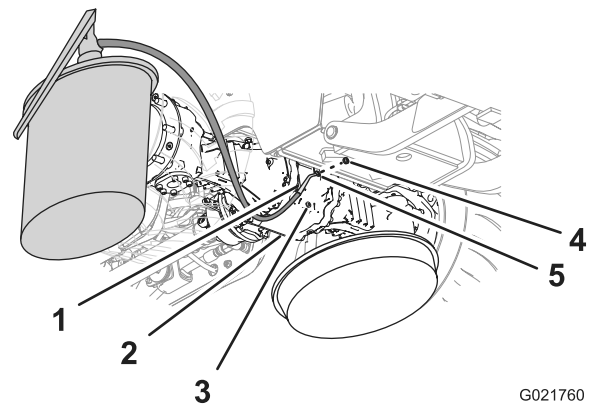
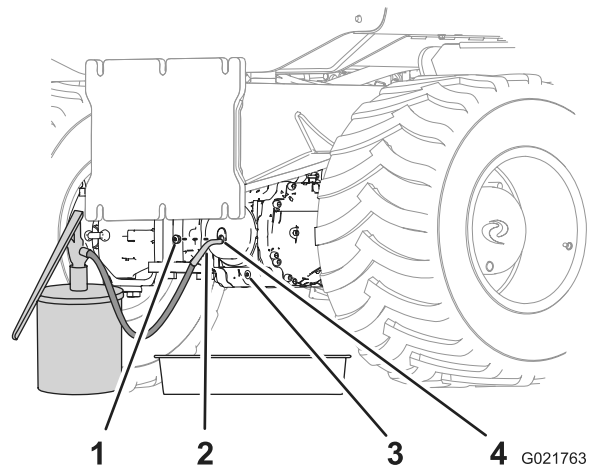

Bild 71
Bild 72
- Setzen Sie die Schrauben in die Ablassöffnung ein (Bild 71 und Bild 72).
- Füllen Sie Öl der angegebenen Sorte durch das Schauglas in das Ritzelgehäuse und die Achse, bis der Ölstand an der Unterseite des Schraubengewindes der Öffnung liegt (Bild 71 und Bild 72).
- Setzen Sie die verbleibende Schraube in die Schauglasöffnung im Ritzelgehäuse ein (Bild 71 und Bild 72).